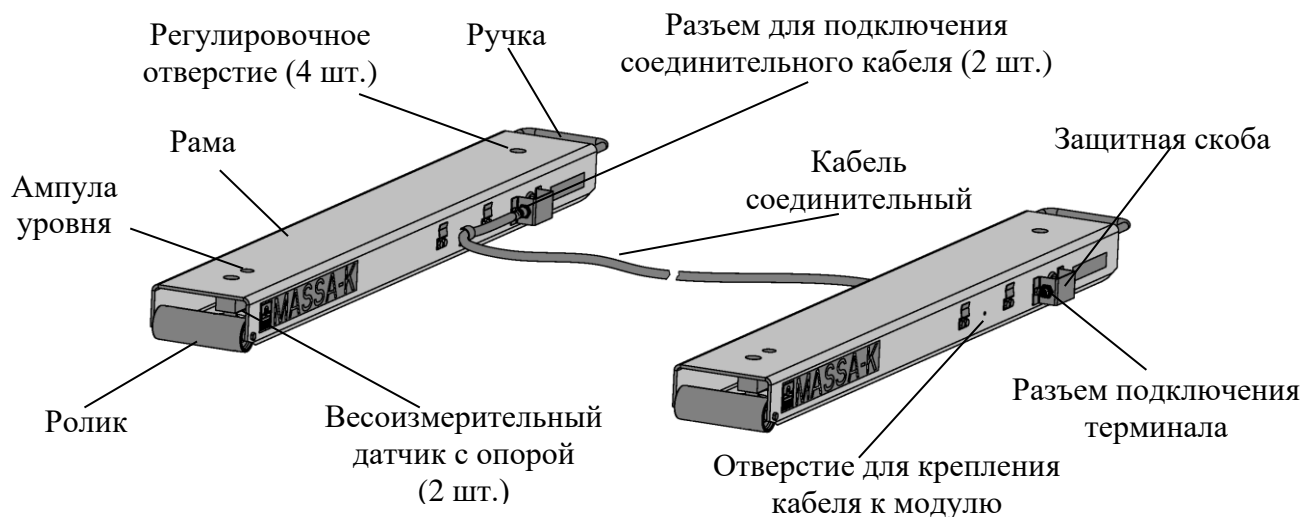

Рисунок 8.1 – Модуль взвешивающий 4D-B
8.1.1 Модуль состоит из двух однотипных рам с весоизмерительными датчиками (см. рис. 8.1).
8.3.7 Закрепите соединительный кабель к рамам с помощью хомута, плотно затянув винт М6х10 (см. рис. 8.1).
8.3.9 Закрепите кабель для подключения терминала к модулю с помощью хомута, плотно затянув винт М6х10 (см. рис. 8.1).